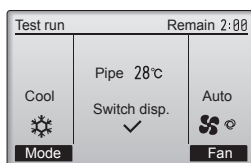

Fig. 7-3
- 1 Πατήστε το κουμπί [F1] για να αλλάξετε την κατάσταση λειτουργίας. (Fig. 7-3)